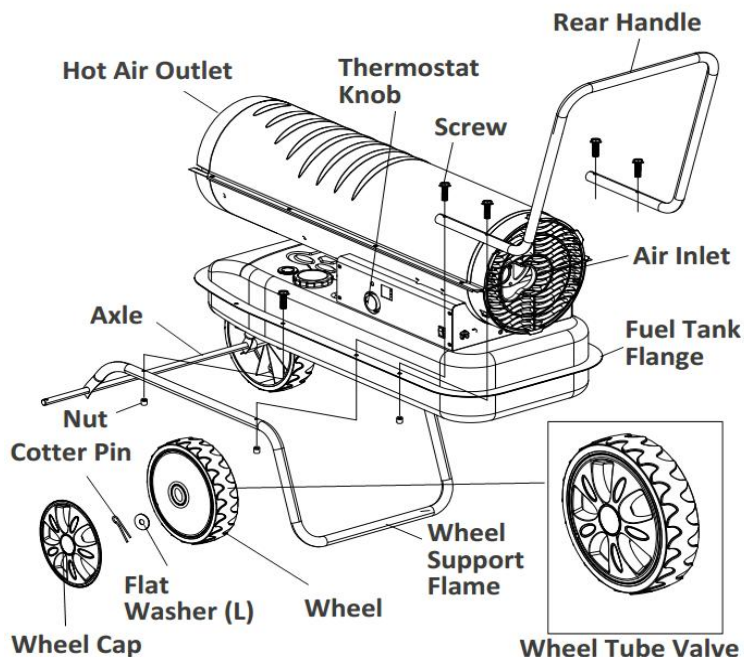

Figura 7. Ensamblaje de modelos ZB-K175/ZB-K215
18. Deslice las ruedas sobre cada eje, asegurándose de que el vástago de la válvula (si es neumática) esté hacia afuera (ver Figura 7).
19. Deslice las arandelas planas (L) sobre el eje, pasando por el orificio pequeño. Inserte el pasador de chaveta en el orificio del eje y doble las patas del pasador con unos alicates de punta fina para asegurarlo.